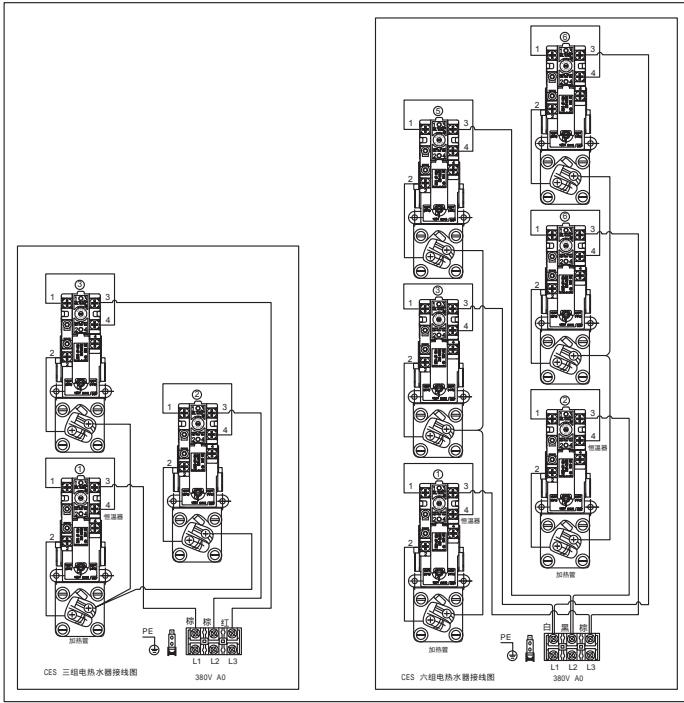

图 4
- ◆ 热水器设置有三组或六组加热管，电气接线如图 4 所示。安装时需要接入的是电源线，电源线应选用优质铜芯线，其规格应根据热水器的最大功率、敷设方式、环境温度等来确定。